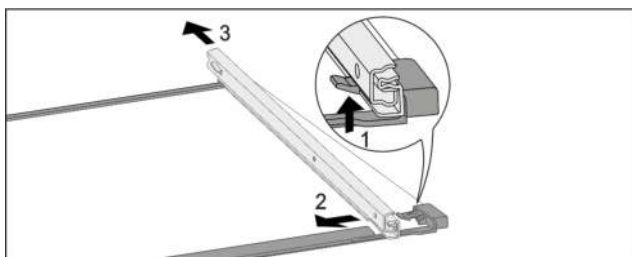

Fig. 168 Glasplatte mit Schienen
- Vorderen Rasthaken nach oben drücken. Fig. 168 (1)
- Auszugsschiene zur Seite Fig. 168 (2) und nach hinten Fig. 168 (3) wegschieben.